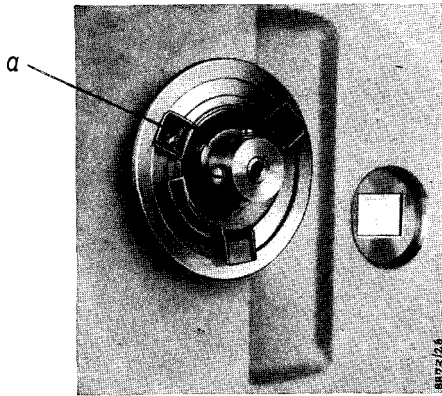
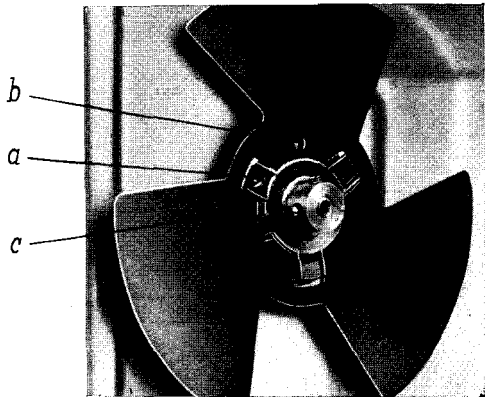

Abb. 5 Blendenflansch
Abb. 6 Blende aus der Sicherung mit Blendenflansch gedreht, abnehmbar
**Auswechseln der Blende:** Man entfernt die Haube durch Lösen der Schrauben 5 an Front- und Rückseite. Damit wird der Motor einschließlich Antrieb sowie die Blende zugänglich. Man entfernt die eingesetzte Blende, indem man die Schwungscheibe am Motor festhält und die Blende im Uhrzeigersinn dreht. Sie kommt damit in die Stellung der Abb. 6 und
kann über den Blendenflansch Abb. 5 herausgenommen werden. Beim Einsetzen der neuen Blende ist folgendes zu beachten: Einer der 3 Lappen des Blendenflansches besitzt einen Körner a. Die Blende hat eine Bohrung b, in die der Körner einrasten muß. Die Blende wird über die 3 Lappen des Blendenflansches geführt, sodaß die Bohrung b rechts vom Körner a und die radiale Aussparung c links vom Körner steht (siehe Abb. 6).